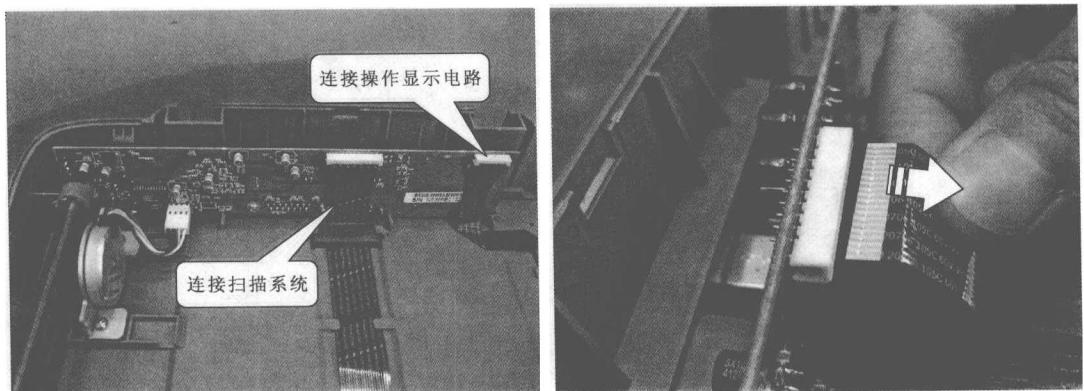

图 1-9 取下数据线
(7) 微处理器控制电路上还有两个数据线接口，分别为连接操作显示电路的接口端和连接扫描系统的接口端，需要将其从电路板上取下来，如图 1-9 所示。